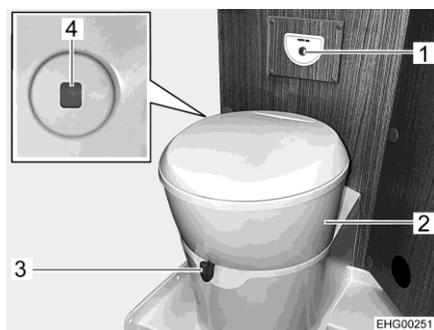

Fig. 112 Toilette
La tazza del WC può essere orientata nella posizione desiderata. A tale scopo, prendere con entrambe le mani la parte superiore (Fig. 112,2) della toilette e ruotare.
La centralina di controllo con il pulsante dello sciacquone (Fig. 112,1) è posizionata vicino alla tazza del WC.
- Prima di tirare l'acqua, aprire il cursore della toilette. A tal fine girare la leva del cursore (Fig. 112,3) in senso antiorario.
- Per sciacquare premere il pulsante blu (Fig. 112,1).
Il colore dell'indicatore di livello (Fig. 112,4) passa da verde a rosso quando è necessario svuotare il serbatoio fecale.